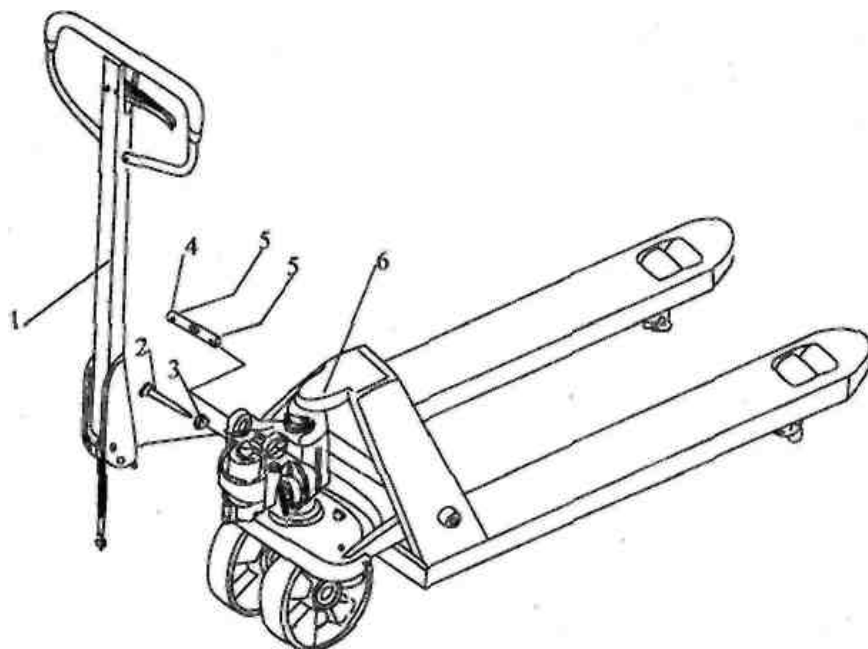

Рис. 1
2.2. Виверніть гайку (3), потім натисніть рукоятку (1) вниз та видаліть болт (2) (див. Рис. 1).